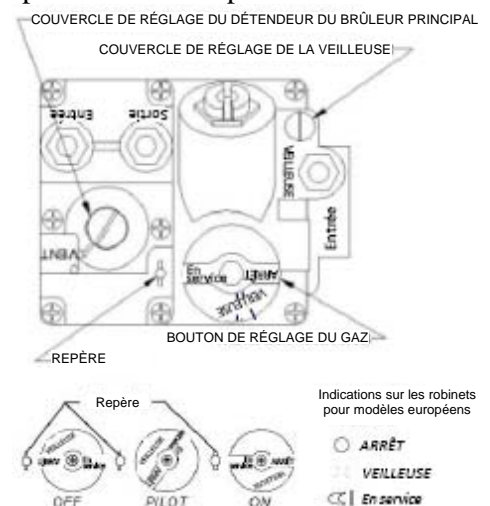

Figure 6. Positions du robinet de réglage du gaz
4. Tourner le bouton de réglage du gaz de manière que l'indication « PILOT » soit alignée avec le repère. La figure 6 représente les positions possibles du bouton de réglage du gaz.